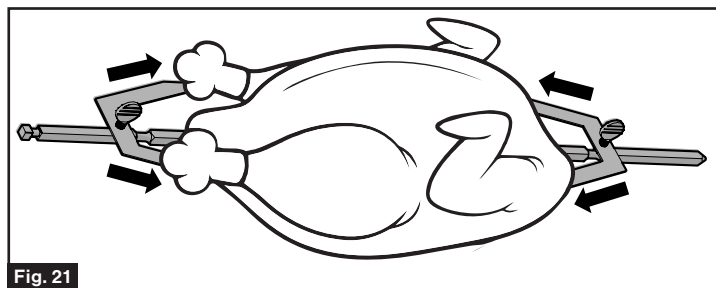

Fig. 21
- Poussez légèrement la viande à travers la pointe de la brochette et maintenez-la en place avec la brochette/fourchette de chaque côté. (Fig. 21)